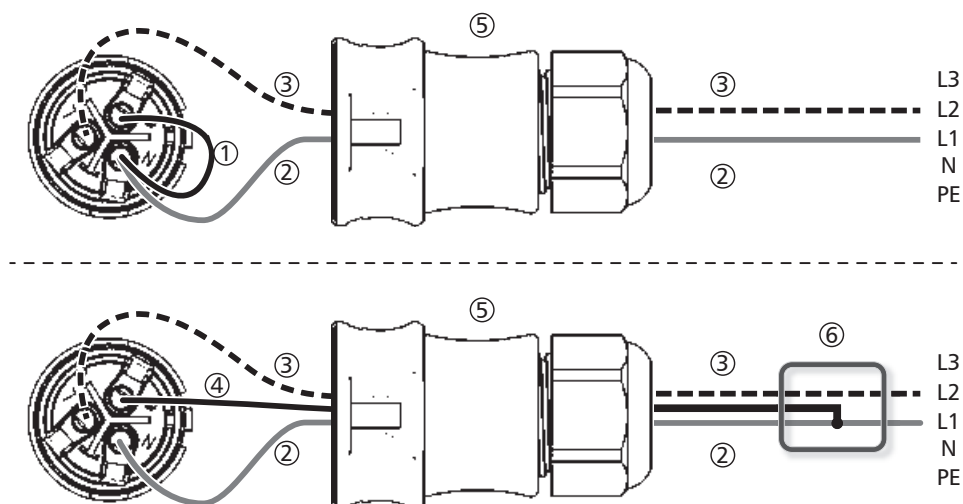

Fig. 8: Collegamento di N e FE nel connettore CA (in alto) o nel sottoripartitore (in basso)
- N e L vengono collegate sul lato dell'inverter tra i conduttori esterni L1 – L2. Vedere ② e ③ in Fig. 8.
- La Fig. 8 mostra il collegamento lato inverter di L1 e FE (esempio):
- Fig. 8: come sopra.
2. Collegare *una* delle due fasi collegate con FE sul lato inverter. Stabilire il collegamento o nel connettore CA o in un sottoripartitore esterno; vedere Fig. 8.